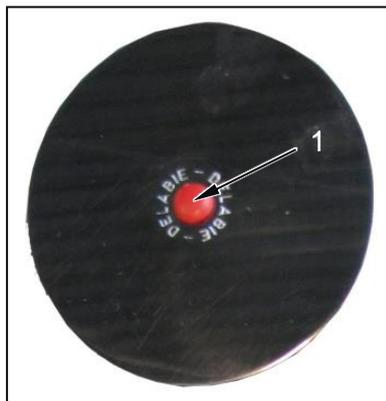

Fig. 8-1
1. Retirer le bouchon fileté (1) (Fig. 8-1).
3. Remettre en place le bouchon fileté (1).